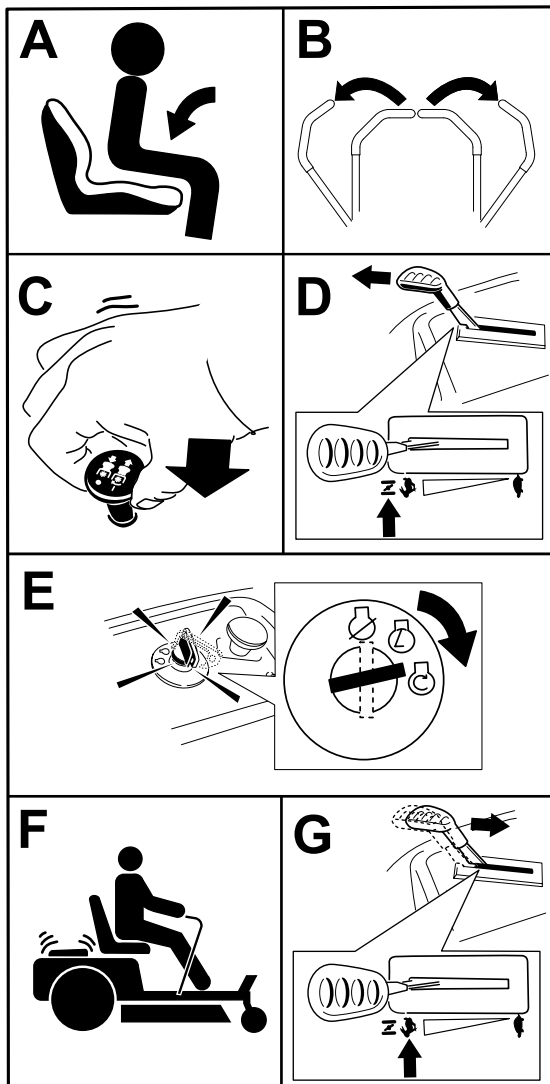

Рисунок 23
Примечание: Если необходимо, при попытке запуска двигателя удерживайте рычаг прижатым к упору в положении «воздушная заслонка» (Рисунок 23).
1. Выключите ножи, переместив переключатель управления ножами в положение ВЫКЛ (Рисунок 23).